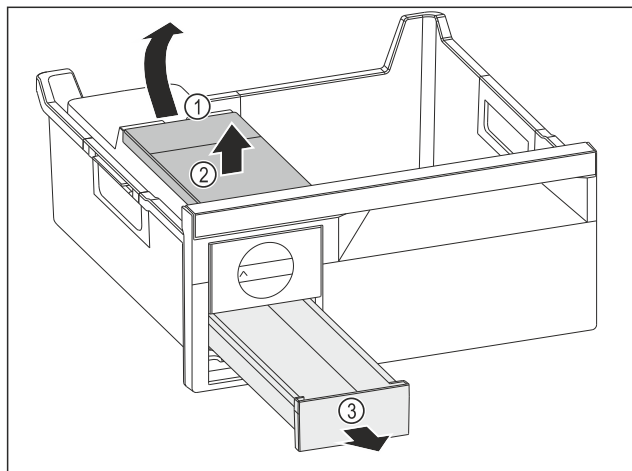

Fig. 142
- ▶ Изваждане на резервоара за вода: Повдигнете резервоара за вода при прорежа Fig. 142 (1).
- ▶ Извадете резервоара за вода Fig. 142 (2) нагоре.
- ▶ Извадете чекмеджето за ледени кубчета Fig. 142 (3) напред.